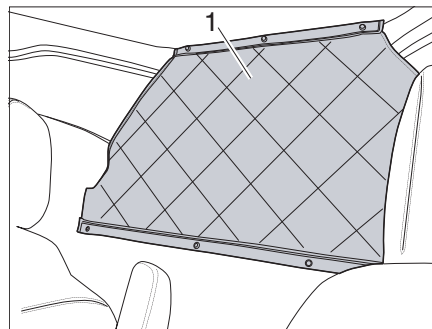

Bild 23 Durchstiegsabdeckung abrollen
- Durchstiegsabdeckung (Bild 23,1) abrollen.
- Durchstiegsabdeckung (Bild 23,1) mit Druckknöpfen schließen.